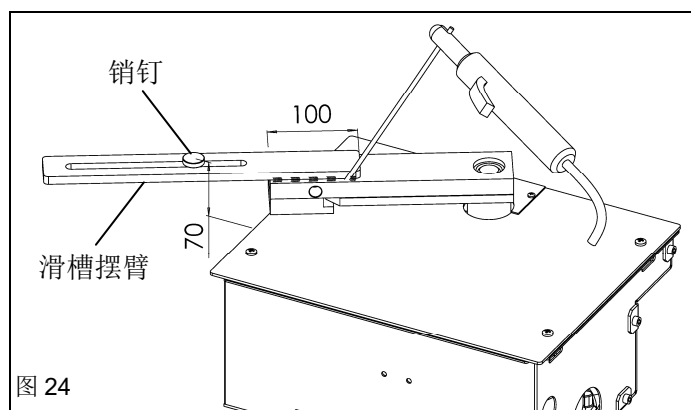

图 24
6.1. 把滑槽摆臂焊接在离合摆臂上，注意使用滑槽摆臂时机箱面盖与门底的距离是70mm（图24）。